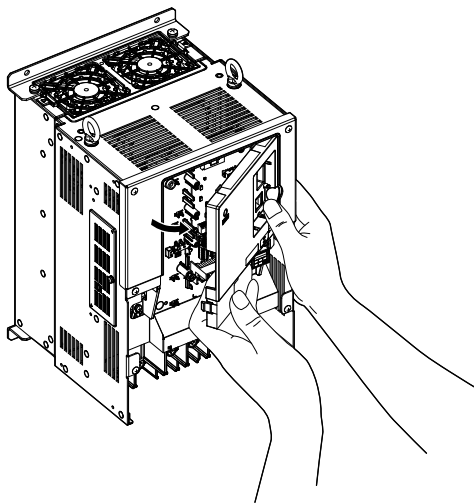

Figura 3.21 Remova a tampa frontal (2A0010 a 2A0415 e 4A0058 a 4A1200)
4. Desenganche a lateral esquerda da tampa frontal e balance o lado esquerdo na sua direção conforme mostrado em Figura 3.21 até que a tampa se solte.